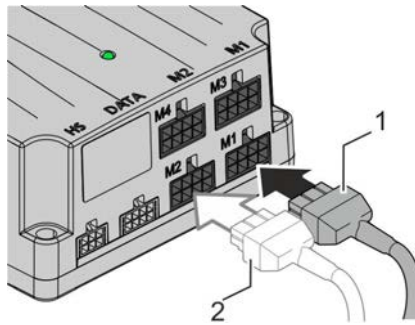

Abbildung 20 - Antriebe anschließen
1. Kabel des ersten Antriebs (Abbildung 20, Positionsnummer 1) in den Antriebssteckplatz M1 stecken.
2. Falls mehrere Antriebe vorhanden sind, Kabel weiterer Antriebe (Abbildung 20, Positionsnummer 2) gemäß obiger Belegungsmöglichkeiten in die jeweiligen Antriebssteckplätze M2 - M4 stecken.